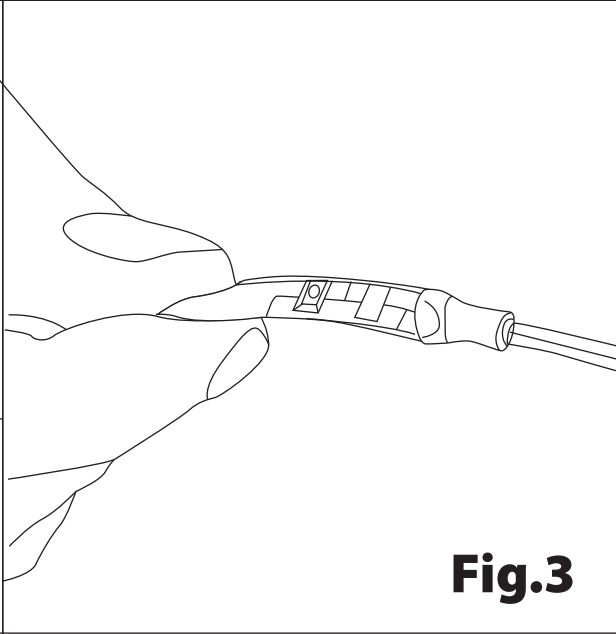

Fig.3
- Zazłozł punkty zasilania tuleją termokurczliwą (nie jest dostarczana z paskiem LED), (rys. 3).